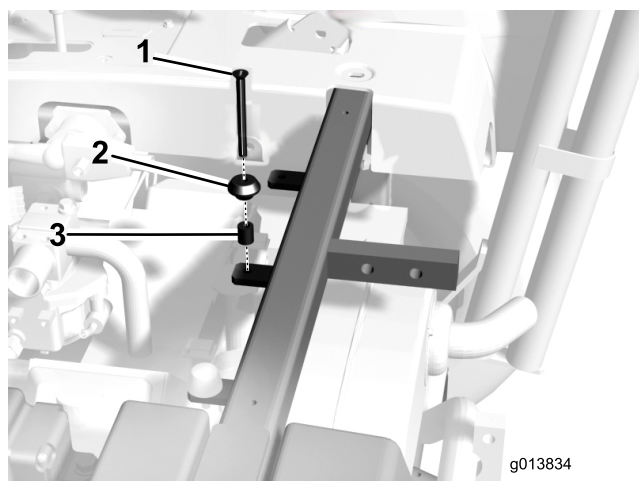

Figura 8
12. Introduzca el tornillo nuevo, el tope de asiento existente y el espaciador en la pestaña del bastidor (Figura 8). No instale la tuerca todavía.